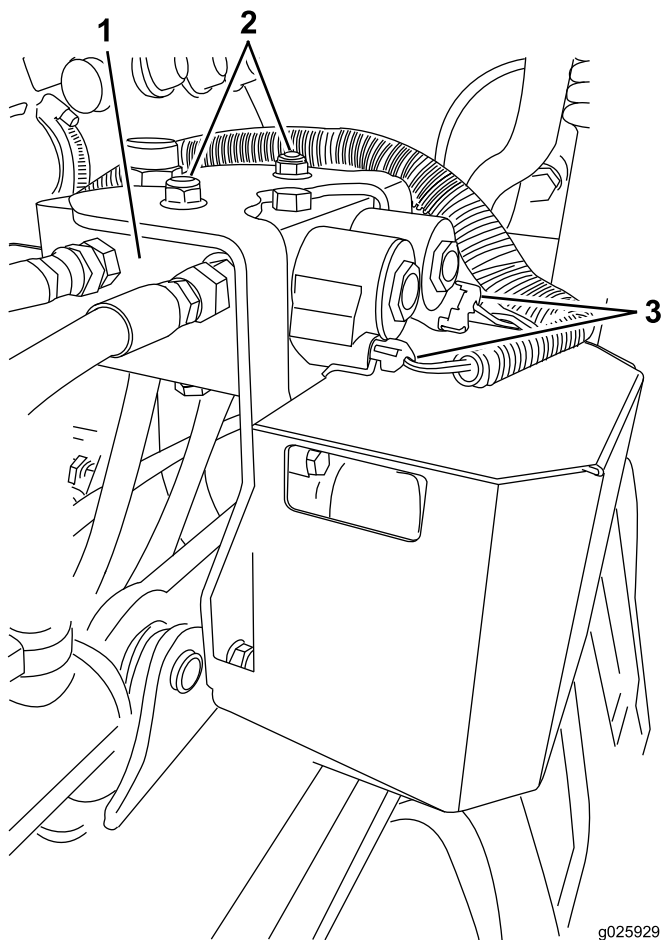

Figura 17
4. Enrute el arnés de cables al colector hidráulico (Figura 17).